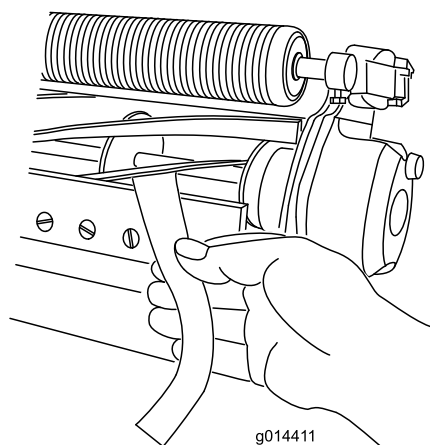

Figura 5
11. Testate le performance di taglio inserendo una lunga striscia di carta per le performance di taglio tra il cilindro e la controlama, perpendicolarmente al cilindro e alla controlama (**Figura 5**). Lentamente ruotate il cilindro in avanti per tagliare la carta.